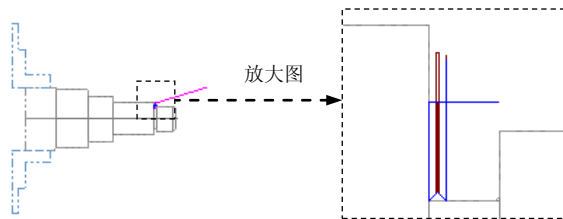

图 8.11.15 刀具路径
Step3. 单击“车削筒式径向车 属性”对话框中的 按钮，完成加工参数的设置，此时生成刀具路径如图 8.11.15 所示。
果与图 8.11.15 所示的刀具路径相同，在“刀路模拟”对话框中单击  按钮。